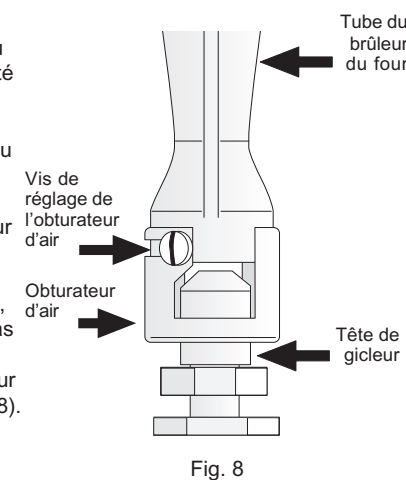

Fig. 8
3. Vérifiez le réglage de l'obturateur d'air sur le brûleur du four (fig. 8).